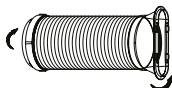

Рис. 4-2
1. Перед эксплуатацией прибора установите адаптер на шланг для вывода воздуха (рис.4-2).